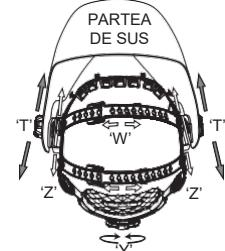

fig. 5
Circumferința totală a suportului de cap poate fi mărită sau micșorată prin rotirea butonului de pe partea din spate a suportului de cap (a se vedea reglajul "Y" din fig. 5). Acest lucru se poate face în timp ce se poartă masca și permite reglarea tensiunii potrivite pentru a menține masca ferm pe cap, fără a fi prea strânsă.
- În cazul în care suportul de cap se află prea sus sau prea jos pe cap, reglați cureaua care trece peste creștetul capului. Pentru a face acest lucru, eliberați capătul benzii împingând știftul de blocare în afara orificiului din bandă. Glisați cele două porțiuni ale benzii la o lățime mai mare sau mai mică, după cum este necesar, și împingeți știftul de blocare prin cea mai apropiată gaură (vezi reglajul "W" din fig. 5).
Pasul 1: Desfaceți piulița de blocare (a se vedea "T" în fig. 5) pentru a regla distanța dintre mască și față dumneavoastră în poziția jos.
Pasul 2: Slăbiți piulița de blocare de o parte și de alta a măștii și glisați-o mai aproape sau mai departe de față (vezi reglajul "Z" în fig. 5). Este important ca ochii dumneavoastră să fie la aceeași distanță față de lentilă. În caz contrar, efectul de întunecare poate părea neuniform.